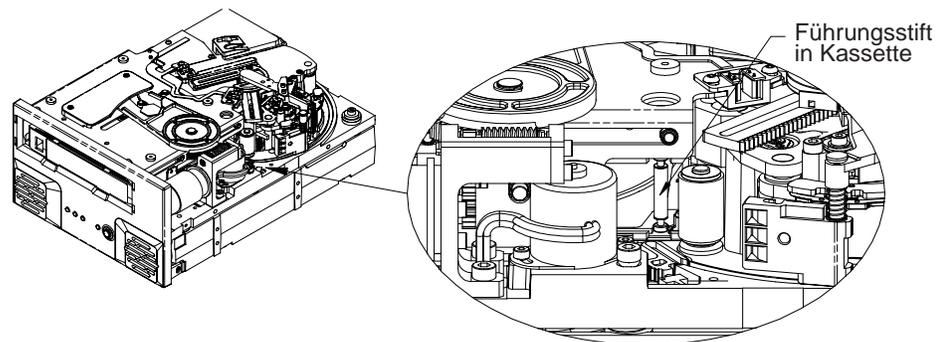

Abbildung 16: Diagramm des Viper 200-Laufwerks mit dem Führungsstift in der LTO-Kassette (Band ist *nicht* eingezogen)
- Fall 1: Die Kassette ist geladen, und der Führungsstift befindet sich noch in der Kassette (siehe Abbildung 16). Gehen Sie wie auf Seite 36 beschrieben vor.
1. Vergewissern Sie sich, dass sich der Führungsstift noch wie in Abbildung 16 gezeigt innerhalb der Kassette befindet. Falls der Führungsstift herausgezogen wurde und sich noch im Bandpfad befindet, befolgen Sie die unter **Fall 2: Die Kassette ist geladen und eingerastet, und das Band ist eingezogen** auf der folgenden Seite beschriebenen Schritte.